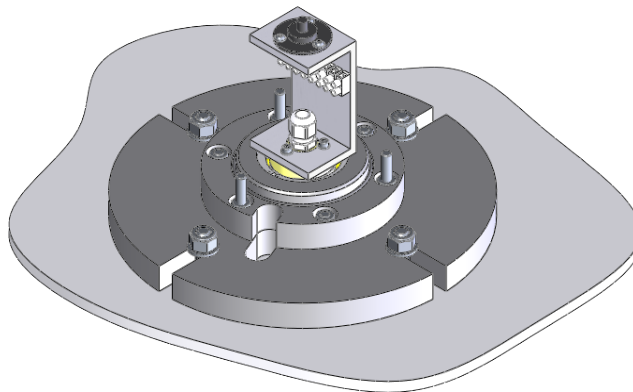

Рисунок 37: Корпус подшипника, установленного на крепежном кольце
- Установите корпус подшипника на верхней части крепежного кольца, расположив узел контактного кольца над отверстием. Зафиксируйте, затянув гайки на трех невыпадающих болтах крепежного кольца (Рисунок 37).